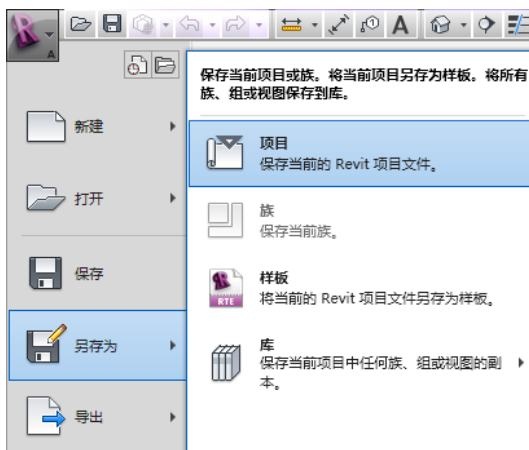

图 1-3
- 3) 界面左上角的“应用程序菜单”按钮，在弹出的下拉菜单中依次单击“另存为”>“项目”（如图 1-3 所示），将样板文件另存为项目文件，后缀将由 rte 变更为 rvt 文件，即项目文件，以防止误将样板文件替换掉。